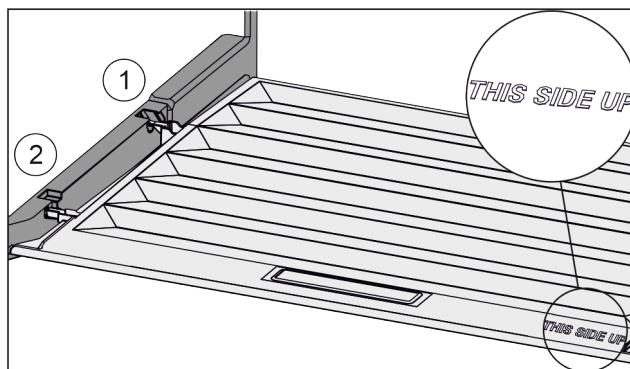

Fig. 47
- ▶ Robova predala vstavite nad odprto zadnjega držala Fig. 47 (1), spredaj pa ju zataknite v držalo Fig. 47 (2).